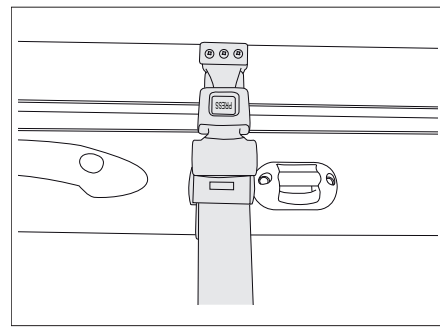

Fig. 161 Ceinture de sécurité du lit escamotable manuel
- Fixer le lit escamotable au toit avec la ceinture de sécurité (Fig. 161).